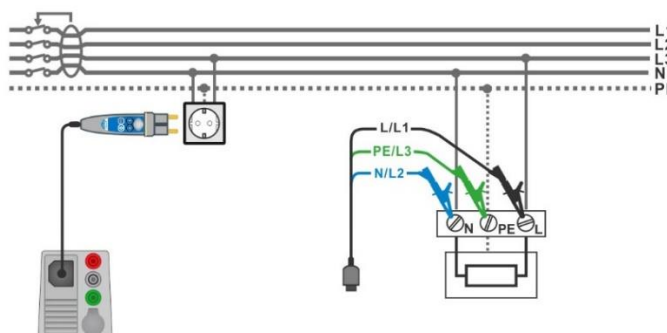

Fig. 4.33: Anslutning med Plug commander och 3-ledar testledning
- › Anslut 3-ledar testledn. eller Plug commander till objektet som skall testas, se **Fig. 4.33**
<ul style="list-style-type: none"> › Gå til RCD Auto funktionen. › Ställ in testparametrar/gränser. › Anslut testkabeln till instrumentet. › Anslut 3-ledar testledn. eller Plug commander till objektet som skall testas, se Fig. 4.33 › Starta mätningen. 	Start testen